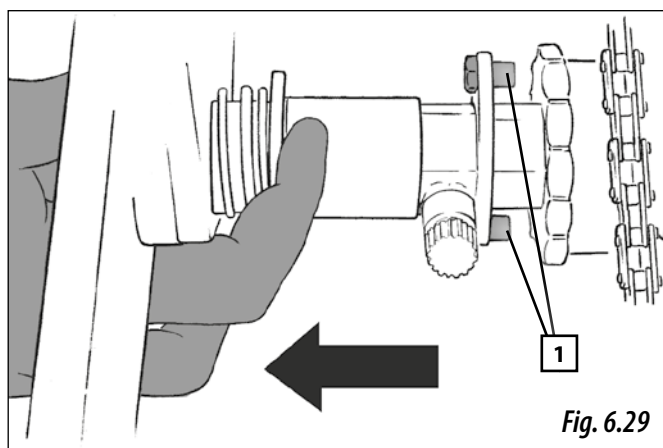

Fig. 6.29
**1-** Desplasați ambreiajul trăgând de el, până când șurubul se fixează în poziția de excludere (Fig. 6.29).
- 2-** Asigurați-vă că șuruburile (1, Fig. 6.29) au fost angrenate, dacă nu au fost, repositionați ambreiajul până când se potrivește.